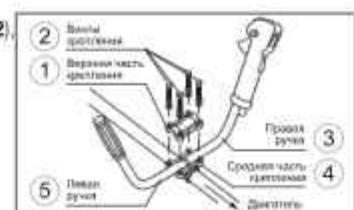

Рис. 2
- Снимите верхнюю часть крепления рукояток, выкрутив 4 винта **2** (рис. 2). Установите рабочие рукоятки **3** и **6** (рис. 2). Правая рукоятка **3** (рис. 2) снабжена органами управления двигателем, курсок правой рукоятки должен быть направлен в сторону редуктора.